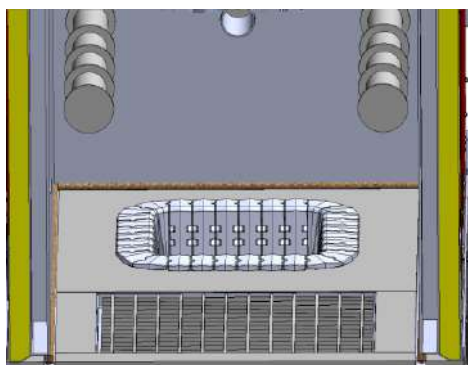

Рис. 28
- 3.1.5** Подать топливо в горелку котла до уровня отверстий подачи воздуха в горелке см. (рис. 28).